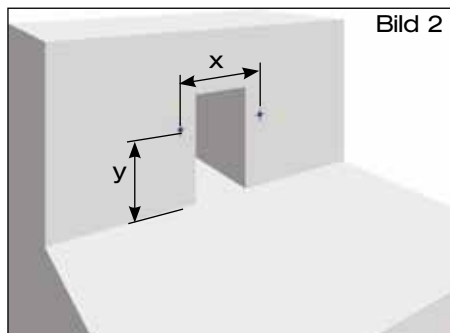

Bild 2
- 1.3 Bohrungen ø 10 mm für Schiebeflansch mit Anschlussmanschette zum Anschluss der Dampfsperre entsprechend der Vorgabe nach Tabelle 3 und Tabelle 4 erstellen (Bild 2).